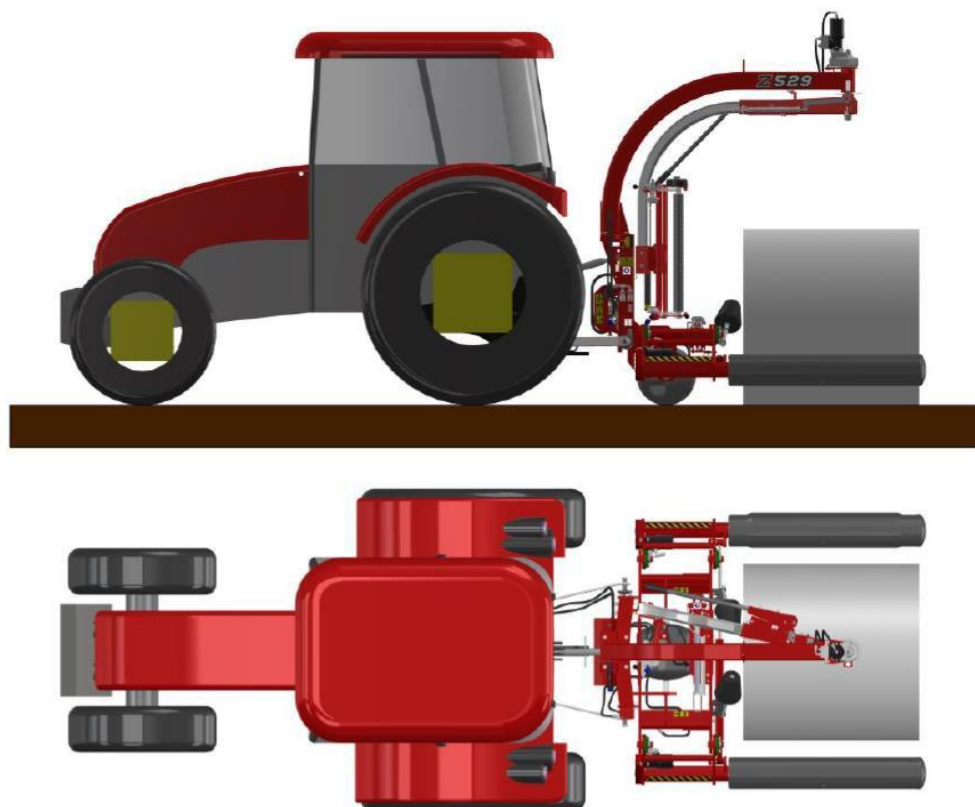

Рисунок 18. Положение выгрузки рулонов
5. Установите обмотчик в положение разгрузки (рис. 18). Выполните выгрузку, нажав  или  с помощью механизма укладки рулонов (при наличии).